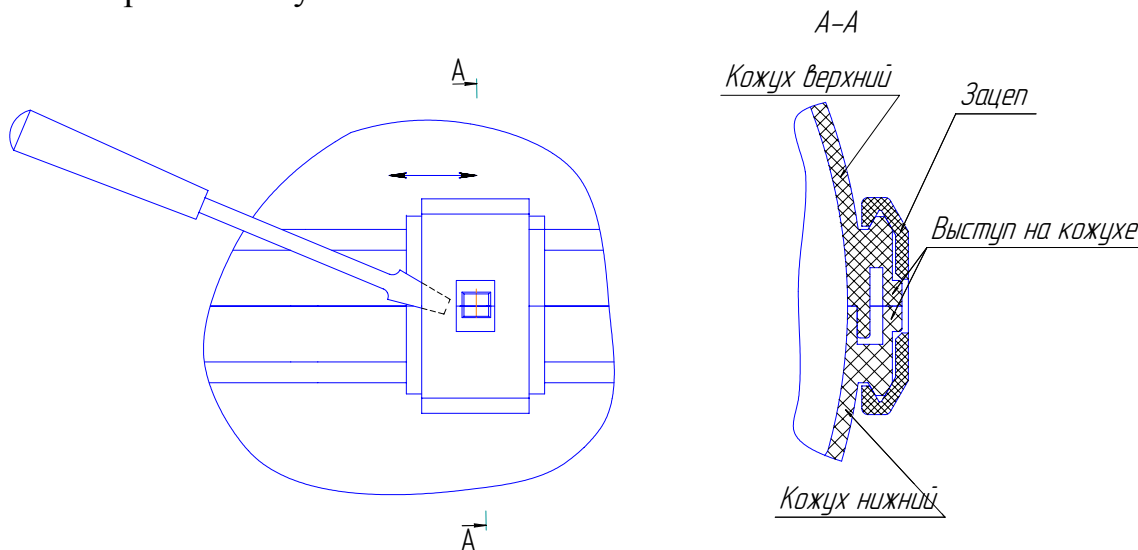

Рис.2- Снятие зацепа с корпуса нагревателя.
- а) снять зацепы. При снятии зацепа необходимо отверткой (с тонким жалом) отжать зацеп на величину высоты выступа на кожухе и сдвинуть вправо или влево относительно корпуса до полного снятия (рис.2);